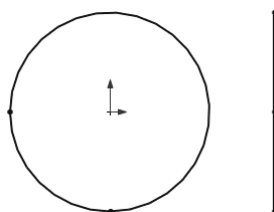

图 3-30 在直线和圆上添加分割点
- [4] 在直线草图实体上单击添加一个分割点，在圆草图实体上两次单击以添加两个分割点，如图 3-30 所示。